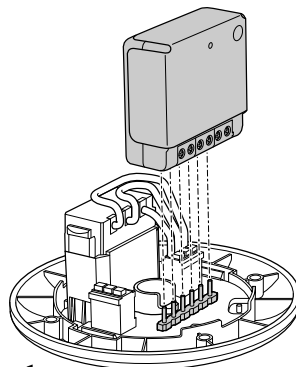

Imagen 1
- 2 Inserte el módulo en el DCL, véase la imagen 1.